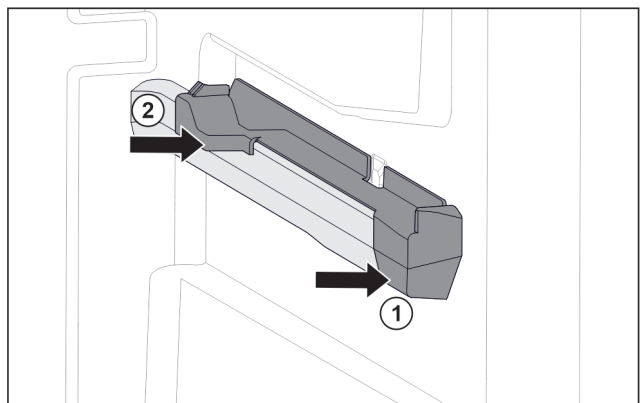

Fig. 51 Pieza de acoplamiento en la nervadura para recipientes derecha
- ▶ Coloque la pieza de acoplamiento delante en la nervadura para recipientes. Fig. 51 (1)
- ▶ Presione la pieza de acoplamiento por detrás. Fig. 51 (2)